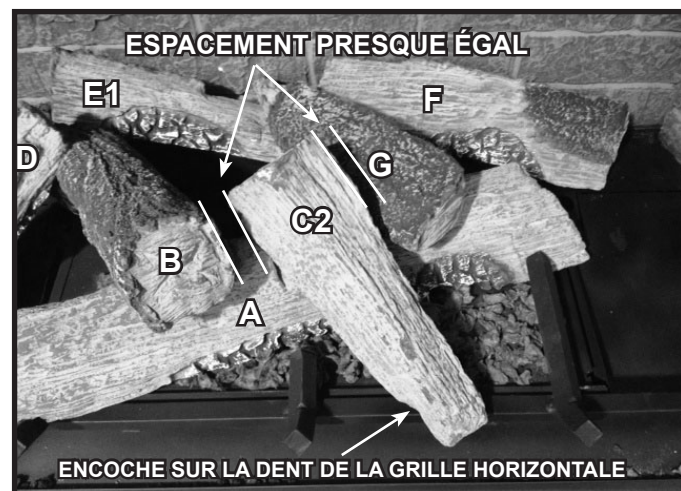

Figure 12. Bûche C2 installée
8. **(BÛCHE C2)** : Placez la bûche C2 dans l'appareil, comme il est indiqué à la figure 12. L'encoche du bas de la bûche C2 devrait reposer contre la dent de la grille horizontale, à peu près à mi-chemin entre le centre et à la droite des dents de la grille de l'âtre. Le sommet de la bûche C2 devrait reposer sur l'encoche de la bûche A. Il sera espacé pratiquement à égalité entre les bûches B et G.